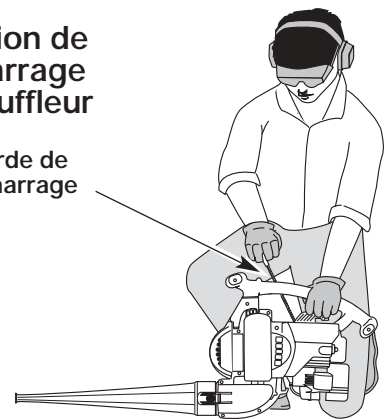

Fig. 12
AVERTISSEMENT: éviter le démarrage accidentel. Se tenir en position de démarrage pour lancer le moteur (Fig. 12 et 13). Lors du démarrage, l'opérateur et l'outil doivent être en position d'équilibre afin d'éviter le risque de blessures graves. D'autre part, pour le démarrage, l'outil doit toujours être posé sur une surface propre et ferme. Les matériaux tels que le gravier, le sable, la poussière, l'herbe, etc. peuvent être aspirés par l'admission d'air et projetés par la sortie de l'outil.
3. Mettre l'outil en position de démarrage (Fig. 12 ou 13). Mettez la manette des gaz en position de ralenti (🐢).